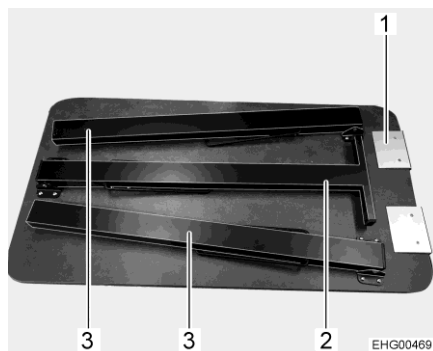

Bild 7 Bord (bordsben infällt)
- Haka fast kortsidan (Bild 7,1) på bordet i skenan i köksområdet.
- Fäll ut det mittre bordsbenet (Bild 7,2).
- Fäll ut alla 3 bordsbenen (Bild 7,2 och Bild 7,3).